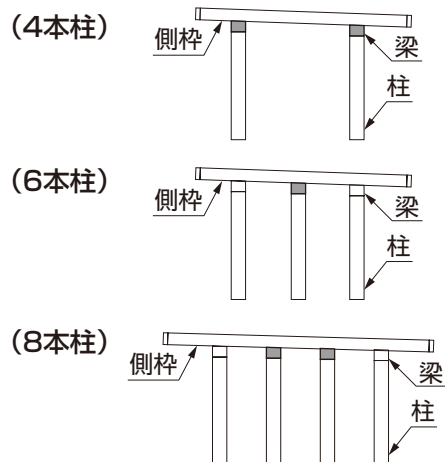

図4-10 側枠取付金具取付位置
- ①図4-10の取付け位置の梁に側枠取付金具を仮当てし、取付用の下穴φ3.5をあけて【17-1】で取付けてください。